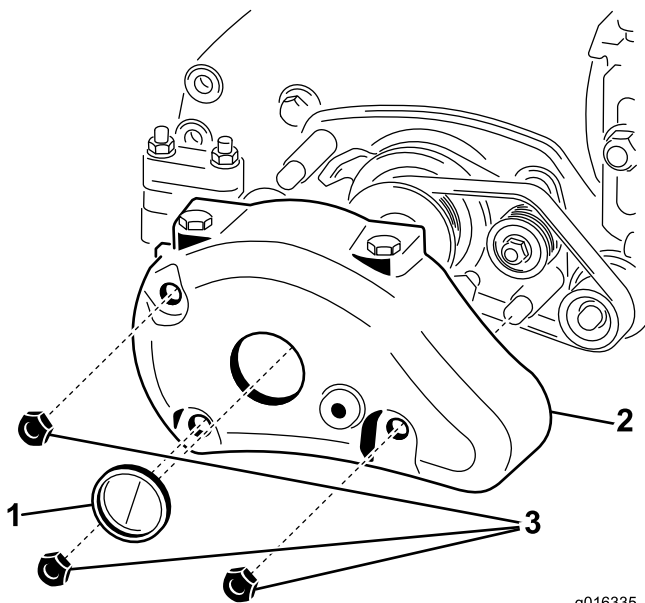

Bild 14
3. Entfernen Sie die drei Muttern und die Groomerabdeckung vom Ende der Schneideinheit, siehe Bild 14. Drücken Sie auf die Verschlusskappe von der Innenseite, um sie aus dem großen Loch in der Mitte der Groomerabdeckung zu entfernen.
4. Montieren Sie die Groomerabdeckung wieder mit den vorher entfernten Befestigungen am Mähwerk, siehe Bild 14.